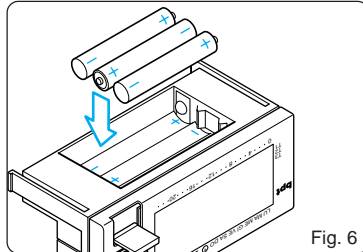

Fig. 6
- Inserire n. 3 pile alcaline LR03 tipo micro stilo AAA da 1,5V nell'apposita sede rispettando le polarità indicate sul fondo dell'alloggiamento (fig. 6).